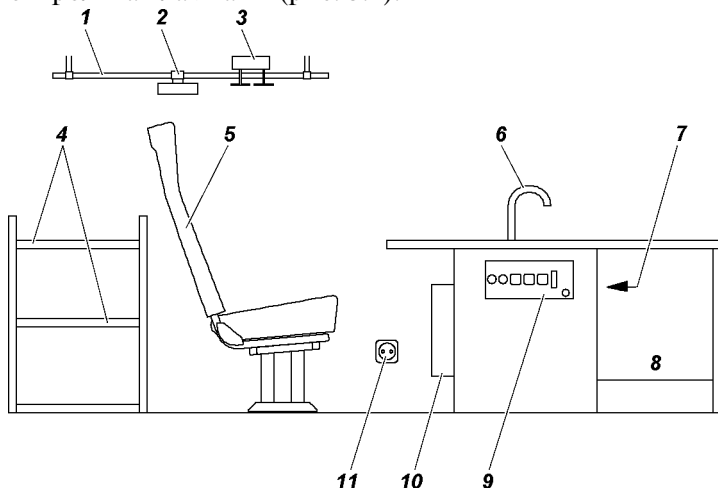
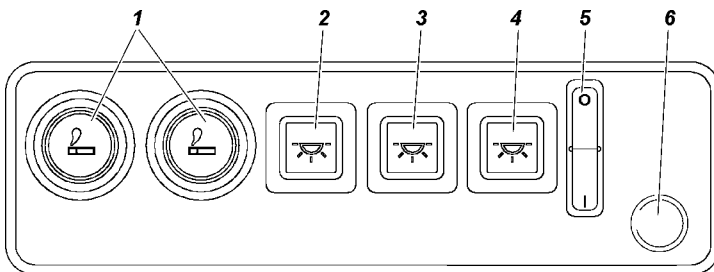
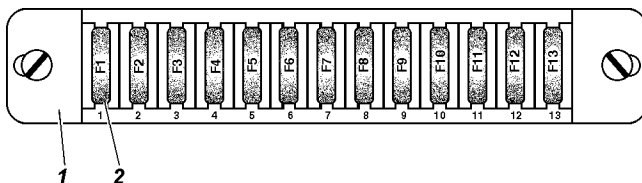

Рис. 3.4. Медицинский салон автомобиля УАЗ-396295-470
Рис. 3.5. Блок выключателей:
Рис. 9.2. Блок плавких предохранителей: 1 - корпус блока предохранителей; 2 - F1...F13 плавкие предохранители (см. таблицу)
- дополнительными светильниками медицинского салона (блок выключателей рис. 3.5);
1 - леек; 2 -светильник; 3 -держатель капельниц; 4,8 -шкаф для приборов и медицинских укладок; 5 -кресло врача; 6 -стол с электроумывальником; 7 -блок предохранителей (рис. 9.2) и реле блокировки двигателя; 9 -блок выключателей (см. рис.3.5), 10 -преобразователь напряжения; 11 -розетка 220В
Реле блокировки двигателя (расположено в медицинском салоне, в столе (см. рис. 3.4) на обивке боковины) предназначено для предотвращения включения стартера, при подключенном внешнем источнике питания 220В.
Сеть 12В имеет блок предохранителей (поз. 7 рис. 3.4, 9.2). Непосредственно от штатной аккумуляторной батареи питаются:
На щитке управления, расположенном в медицинском салоне на столе (см. рис. 3.5), производится включение/отключение:
Блок предохранителей (рис. 9.2) оборудования медицинского салона установлен в столе на боковой поверхности стенки, см. рис. 3.4 поз. 7.
Блок плавких предохранителей (рис. 9.2)